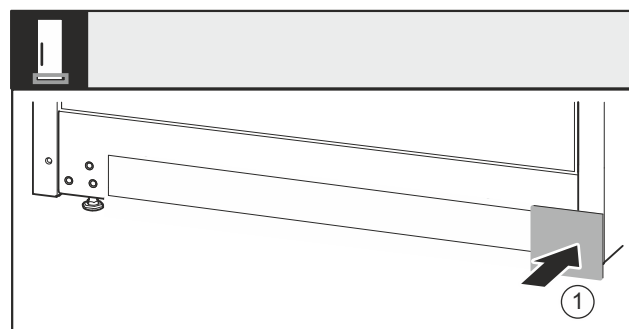

Fig. 39
- Kryt Fig. 39 (1) opět nasadte na druhé straně.